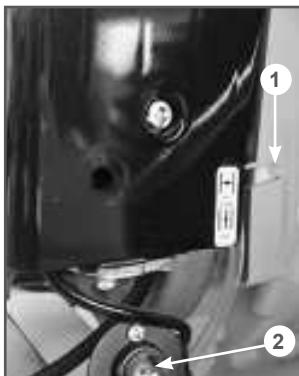

Рис. 17 Рычаг воздушной заслонки карбюратора и ручной топливный насос
3. Закройте воздушную заслонку карбюратора. Для этого рычаг 1 управления воздушной заслонкой установите в положение «ЗАКРЫТО» (Рис.17).
5. Нажмите ручной топливный насос 2 (Рис. 17) 7-10 раз до появления топлива в мемbrane.